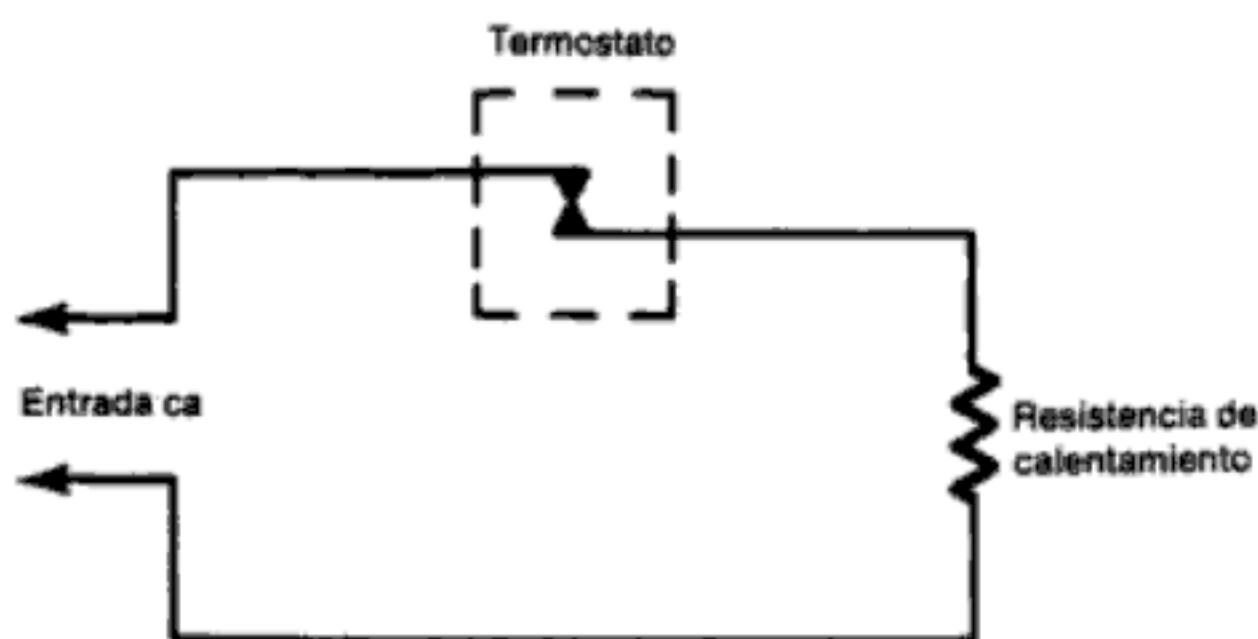
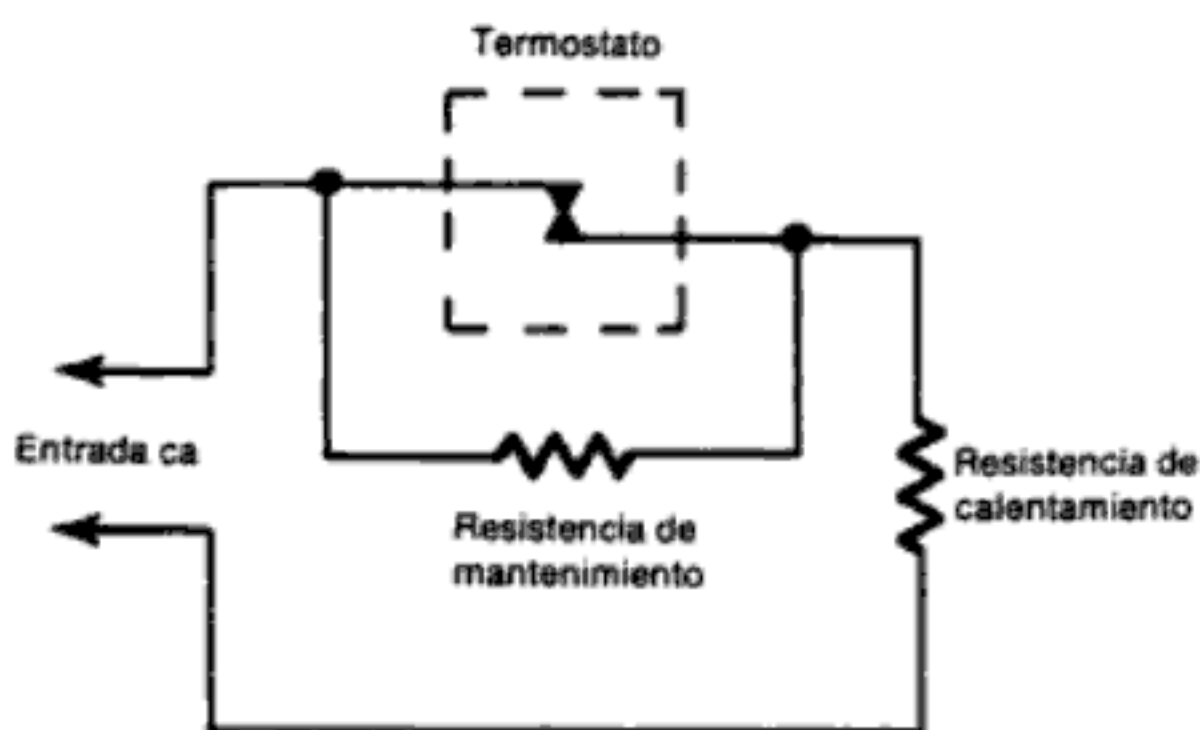

Fig. 15-3 Esquema de termostato de «resalto» con resistencia de calentamiento única.
Fig. 15-4 Esquema de una resistencia de mantenimiento añadida a la de calentamiento.
vez elaborado (fig. 15-3). Otras tienen un dispositivo de regulación especial, mediante el cual un elemento de caldeo comienza a actuar en el momento oportuno para mantener caliente el café, una vez que la resistencia principal deja de actuar (fig. 15-4).
8. En una cafetera de filtro provista de resistencia de mantenimiento (fig. 15-4), ¿están ésta y la de calentamiento en serie o en paralelo?
9. ¿Qué ocurre en la resistencia de calentamiento (fig. 15-4) cuando se abren los contactos del termostato?